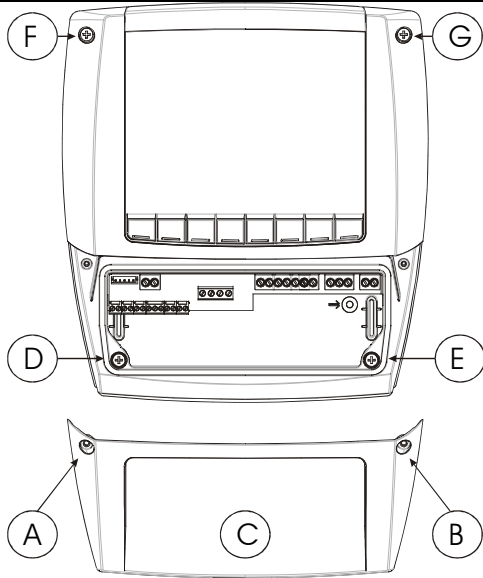

Bild 1
- Die 4 sichtbaren Schrauben lösen (Bild 1, A, B, F, G) und die Front abnehmen (Bild 1, C).
- Zwei Schrauben (Bild 1, D, E) lösen, welche die Front und dahinterliegenden Teil verbindet. Danach hat man zwei Teile.
- Die Front mit den vorgesehenen 4 Schrauben wieder anschrauben (Bild. 1, D, E, F, G). Bitte nicht zu fest anziehen, da sonst das Kunststoffgehäuse beschädigt werden könnte.
- Den hinteren und vorderen Teil miteinander verbinden und mit den vorgesehenen 4 Schrauben verbinden (4x35 mm), siehe Bild 1, A, B, D, E. Max. Tafelstärke: 6mm.